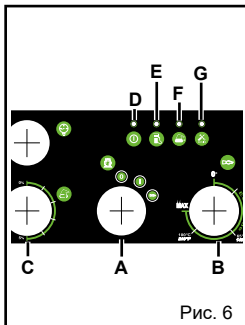

Рис. 6
3. Запустите аппарат, переведя выключатель в положение 1 (рис. 6А).
5. Для использования горячей воды, поверните регулятор температуры (рис. 6В) на необходимое значение температуры. Некоторые модели требуют постановки выключателя зажигания (рис. 6А) в положение подачи горячей воды перед выполнением вышеописанных действий.
1. Отключите горелку, повернув регулятор давления в положение «0» (рис. 6В).
4. Выключите аппарат, повернув выключатель в положение «0» (рис. 6А).
Поверните регулятор термостата «В» (Рис. 6) в положение «Пар» для увеличения температуры воды.
По завершению использования пара переведите регулятор термостата «В» в положение «0» (рис. 6) и оставьте открытым пистолет примерно на 3 минуты, чтобы охладить аппарат.